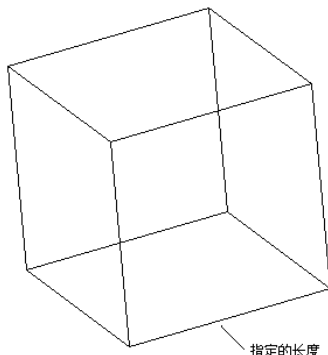

图 10-2 利用立方体命令创建的长方体
2) 立方体(C): 用于创建一个长、宽、高相等的长方体。如图 10-2 所示为利用立方体命令创建的长方体。